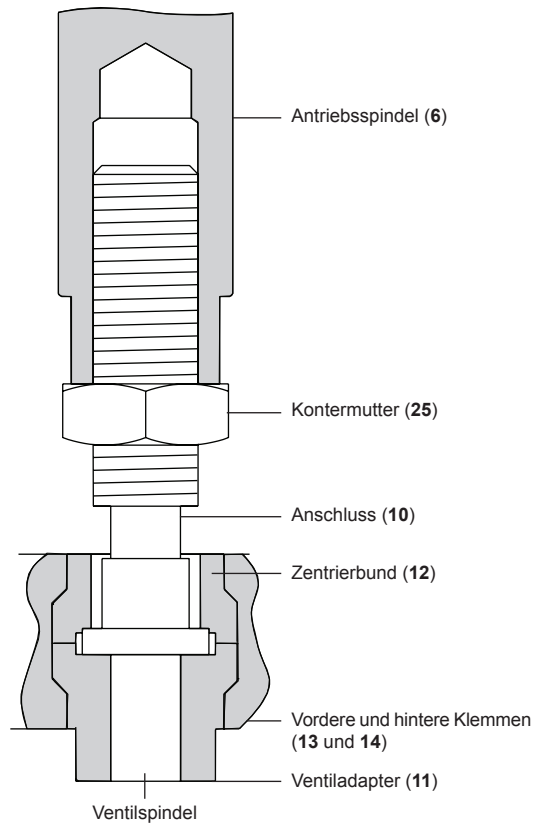

Abb. 6 Montage des Stellantrieb adaptors, Ventil adaptors und der Anschlüsse
Einzelheiten zur Einstellung des Schaltpunktes sind in Abbildung 6 dargestellt. Folgende Schritte sind erforderlich:
- Während sich der Ventilkegel in seinem Sitz befindet, den Ventilanschluss (**10**) anpassen, bis er fest gegen den Ventiladapter (**11**) gedrückt wird. Kontermutter (**25**) festziehen. Siehe Abbildung 6 für die korrekte Montage.